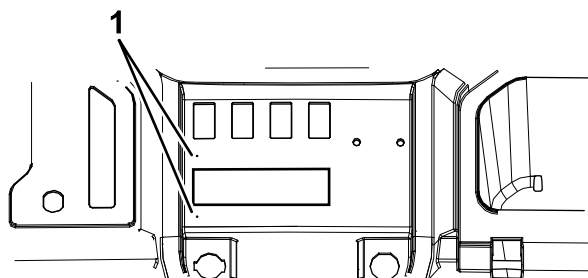

Figura 4
2. Individuate le 2 cavità pilota per la foratura (Figura 4) e praticate 2 fori pilota (5 mm) direttamente sulle cavità pilota.